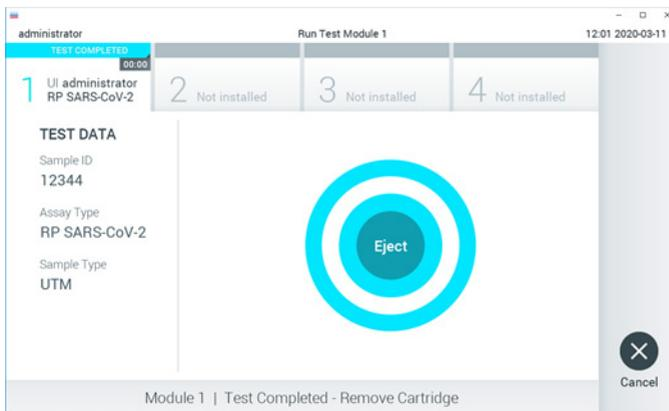

Figura 29. Visualización de la pantalla Eject (Expulsar).
22. Una vez finalizada la prueba, aparecerá la pantalla Eject (Expulsar) (figura 29, en la página siguiente) y la barra de Estado del módulo mostrará el resultado de la prueba como una de las siguientes opciones: